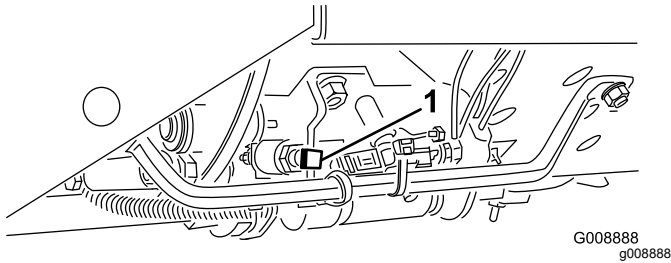

图 23
**重要事项** 剪草速度在出厂时设定为 9.7km/h。调节速度限位螺丝(图 23)可以增加或降低速度。